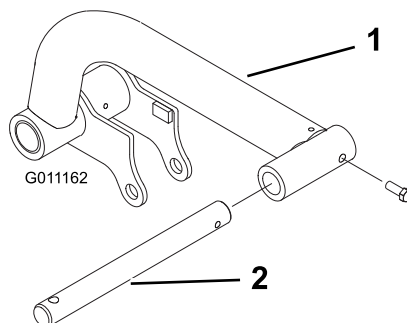

Figure 14
2. Insérez une tige de pivot dans chaque bras de levage et alignez les trous de fixation (Figure 14).